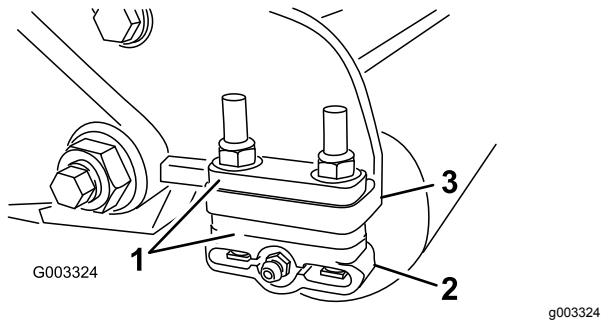

Figure 19
- Réglez les supports du rouleau arrière (Figure 19) à la plage de hauteur de coupe voulue en positionnant le nombre correct d'entretoises sous le rebord de la plaque latérale (Figure 19) en vous reportant au tableau des hauteurs de coupe.